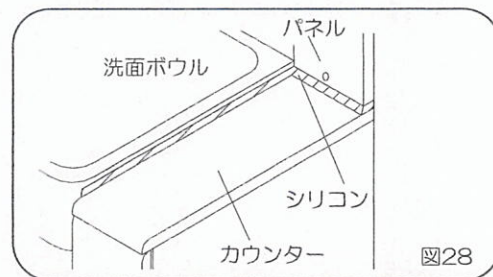

図28
- キャビネットのカウンターとパネル又は壁面及び洗面ボウルとのスキ間を、シリコンでコーキングしてください。(図28)